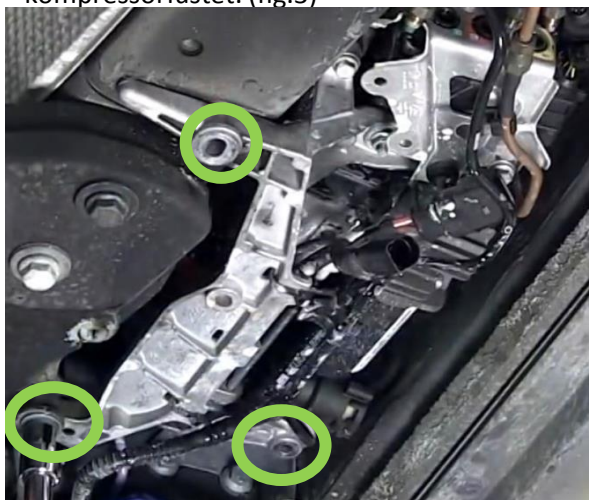

fig.3
6. Tag bort de 3 bultarna som håller kompressorfästet. (fig.3)